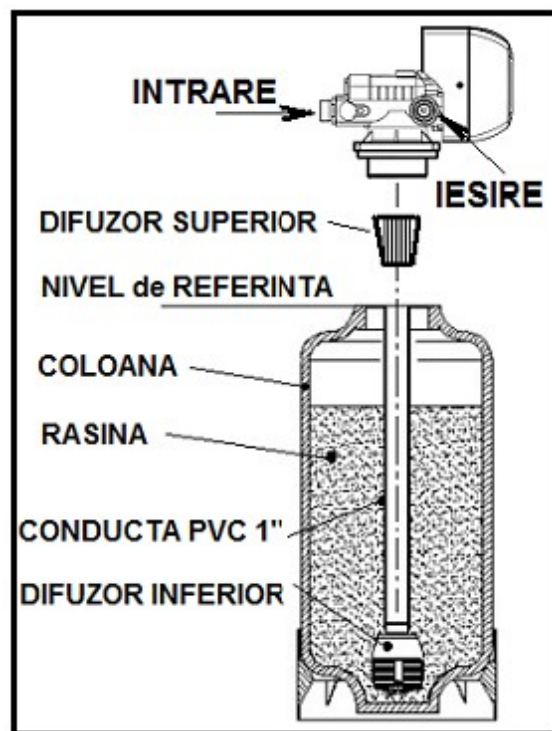

Fig. 16
- Se verifica **Teava PVC** (conducta de distributie din coloana) & **Difuzorul inferior** ca sa fie curate si SE MENTINE ASTUPAT CAPUL CONDUCTEI de DISTRIBUTIE de pe nivelul de referinta (v.fig.16), pana in momentul montarii valvei, CU UN DOP care sa impiedice accesul impuritatilor (sau de rasina in momentul in care se incarca coloana) ;
- In caz de schimbare a rasinii, dupa ce se introduce conducta de PVC in coloana si dupa pozitionarea difuzorului in centrul de jos al coloanei verificati NIVELUL DE REFERINTA ca in fig.16 !!